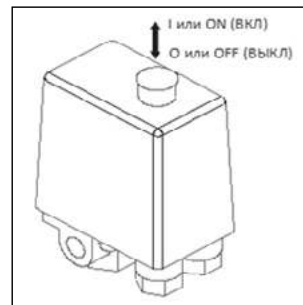

Рис. 6
- Включите компрессор выключателем на реле давления. Для этого необходимо переключить выключатель в положение «I» или «ON» (в зависимости от исполнения) (Рис. 6).
- Проверьте, чтобы выключатель на реле давления находился в выключенном положении «0» / «OFF» (в зависимости от исполнения) (Рис. 6).
- Выключите компрессор выключателем на реле давления. Для этого необходимо переключить выключатель в положение «О» или «OFF» (в зависимости от исполнения) (Рис. 6). После этого остановится электродвигатель и произойдет сброс давления из нагнетательного воздухопровода и поршневого блока.